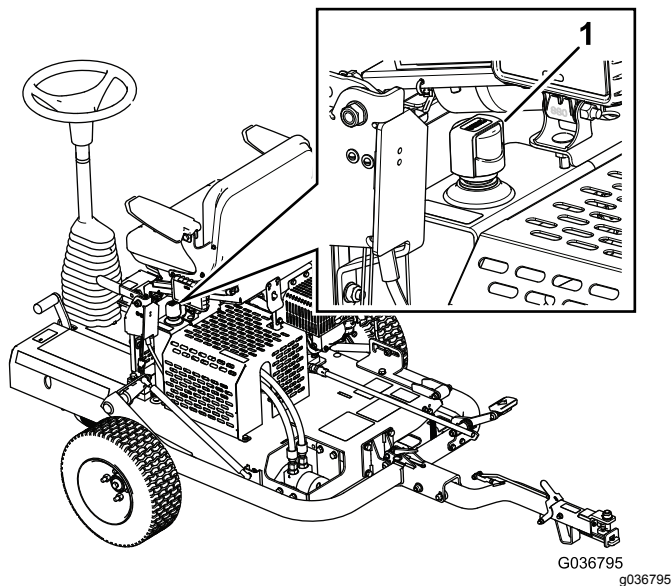

図 20
3. 油圧タンクのキャップを外し、ディップスティックで油量を点検する 図 20。